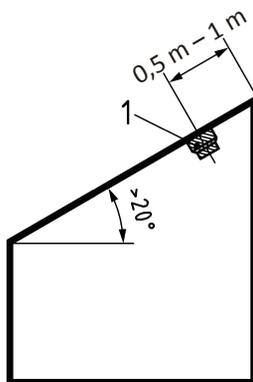
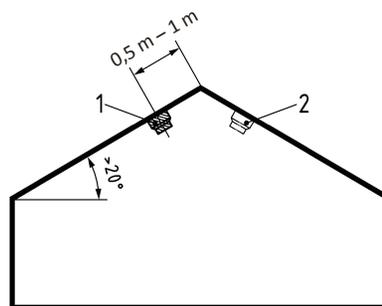
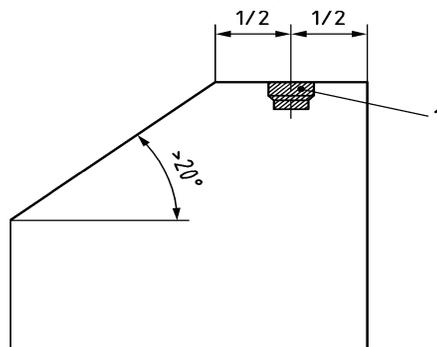
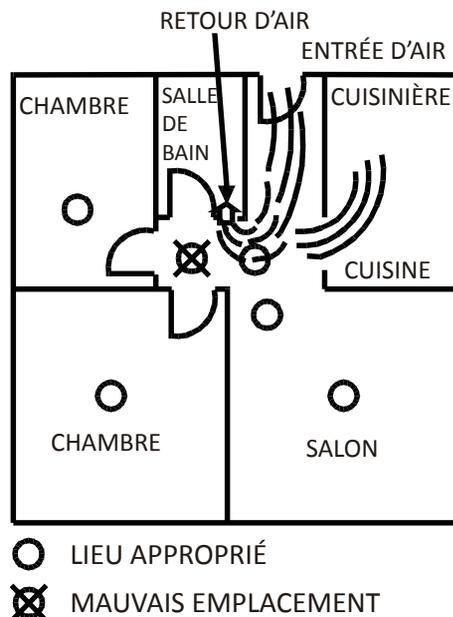

Figure 2 Installation pour plafond avec une inclinaison $> 20^\circ$
Figure 3 Installation pour plafond à pignon avec une inclinaison $> 20^\circ$
Figure 4 Installation dans des pièces à plafond incliné et à plafond horizontal
Figure 5 Installation dans des pièces à plafond incliné et plafond horizontal
- Dans les espaces d'air mort, qui se trouvent souvent au sommet d'un toit en crête ou au sommet des murs et aux plafonds. L'air mort peut empêcher la fumée d'atteindre un détecteur. Voir Fig. 2, Fig. 3, Fig. 4 et Fig. 5 pour en savoir plus sur l'emplacement d'installation recommandé.